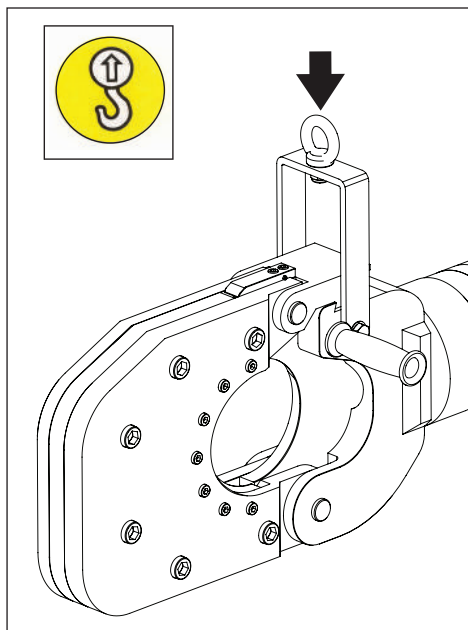

图 7，切断机吊运位置
- 如需要移动或运输切断机，则仅应使用切断机的提手或所提供配套吊环。参见图 7。使用具有足够起吊能力的设备进行吊运。